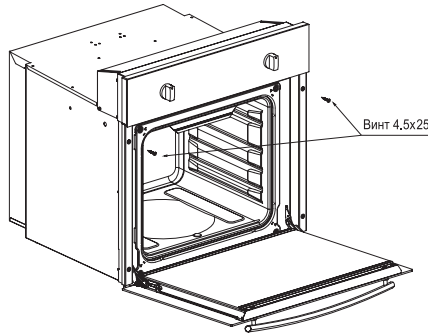

рис. 2
- Для устранения возможности случайного перемещения, электрошкаф крепится к мебели двумя винтами с потайной головкой (см. рис. 2).